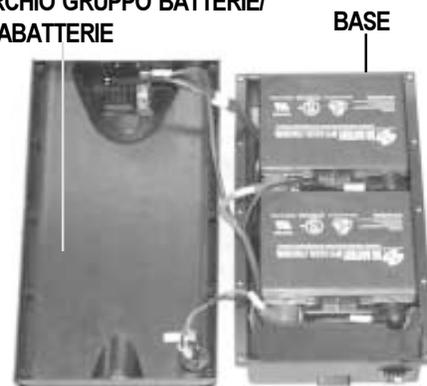

FIGURA 14. POSIZIONAMENTO
6. Poggiare la batteria 2 su di un lato e posizionarla davanti alla batteria 1. Si veda figura 14.